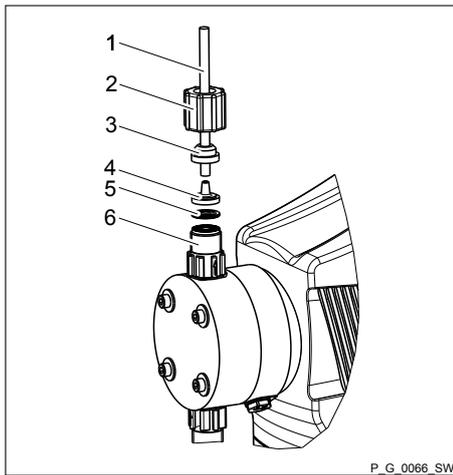

Fig. 10 : Exécutions PP, NP, PV, TT
2. ➤ Tirer l'écrou-raccord (2) et la bague de serrage (3) sur le flexible (1) - voir Fig. 10 .
3. ➤ L'extrémité du flexible (1) doit être poussée sur la douille (4) jusqu'en butée ; l'élargir si nécessaire.
- La conduite de retour est raccordée au clapet en position verticale sur le dessus du module de dosage. Elle est livrée avec un marquage (manchette rouge) - voir Fig. 10.